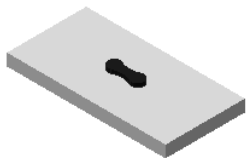
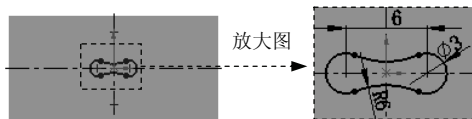

图 4.4.11 凸台-拉伸特征 2
图 4.4.12 横断面草图
Step3. 创建图 4.4.11 所示的零件特征——凸台-拉伸特征 2。
(1) 选择命令。选择下拉菜单 **插入(I)** → **凸台/基体(B)** → **拉伸(E)...** 命令，或单击“特征(F)”工具栏中的  按钮。
(2) 定义特征的横断面草图。选取上视基准面作为草图基准面。在草绘环境中绘制图 4.4.12 所示的横断面草图。退出草绘环境，此时系统弹出“凸台-拉伸”对话框。
(3) 定义拉伸深度属性。采用系统默认的深度方向。在“凸台-拉伸”对话框 **方向1** 区域的下拉列表中选择 **给定深度** 选项，输入深度值 1。
(4) 单击  按钮，完成凸台-拉伸特征 2 的创建。